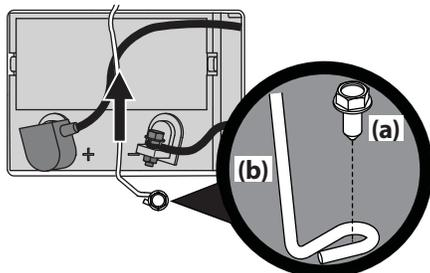

Figure 4-8
1. Retirez le boulon hexagonal (a) qui fixe la tige de retenue de la batterie (b) au châssis. Faites pivoter la tige de retenue de la batterie (b) vers le haut et retirez la batterie. Voir Figure 4-8.